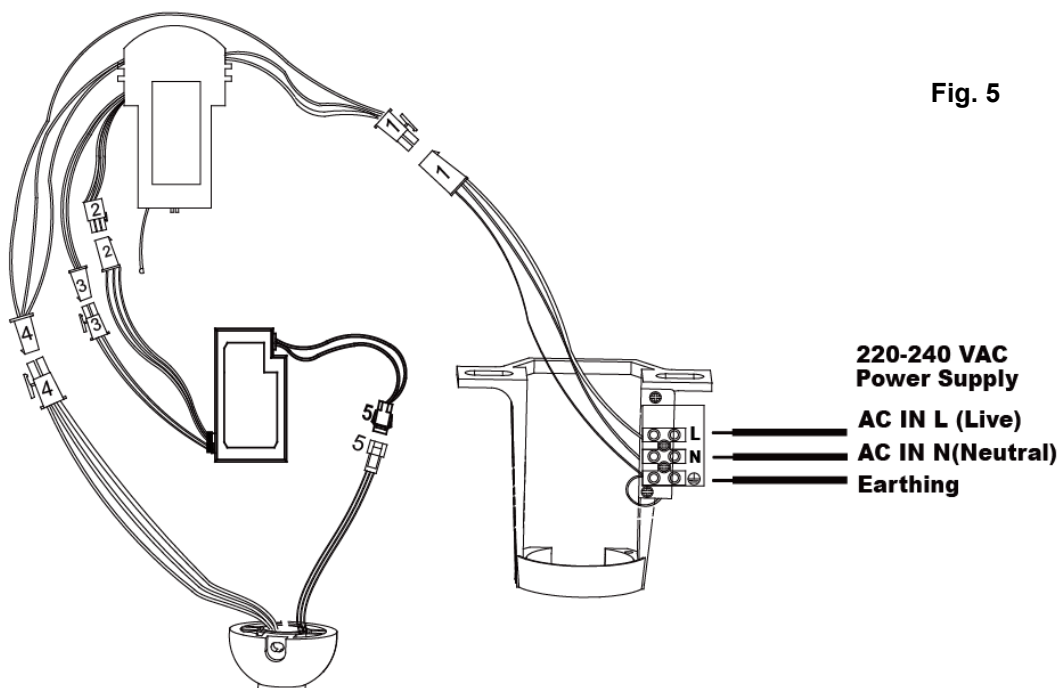

Fig. 5
3. Zie het bedradingsdiagram voor elektrische aansluiting/installatie. **Fig. 5**
- Na het installeren van de elektrische bedrading op de houderterminal en het aansluiten van de inputbedrading van de afstandsbediening en vaste bedrading via de 4-portaal snelkoppelingen (1); sluit de inputbedrading van de LED-driver en de outputbedrading van de afstandsbediening aan via de 2-portaal snelkoppelingen (3); sluit de inputbedrading voor het PWM-signaal van de LED-driver aan via de 3-portaal snelkoppelingen (2); sluit de outputbedrading van de ventilatorontvanger en de inputbedrading van de motor aan via de 4-portaal snelkoppelingen (4); sluit ook de outputbedrading van de LED-driver en de LED-lichtbedrading aan via de 3-portaal snelkoppelingen (5). **Fig.5**